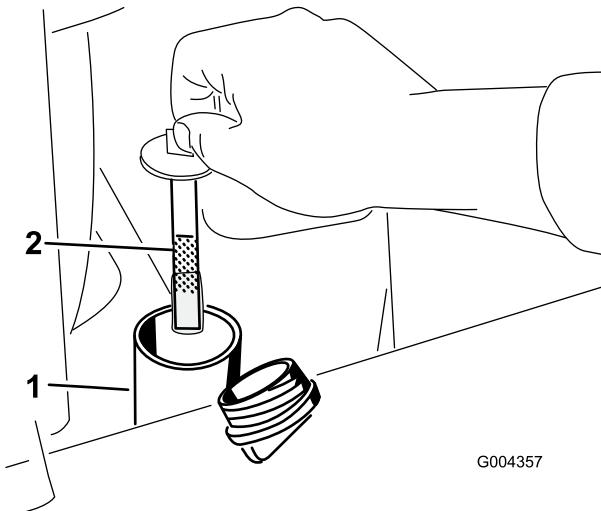

Figura 57
- Togliere il tappo del serbatoio idraulico e l'asta di livello (Figura 57).